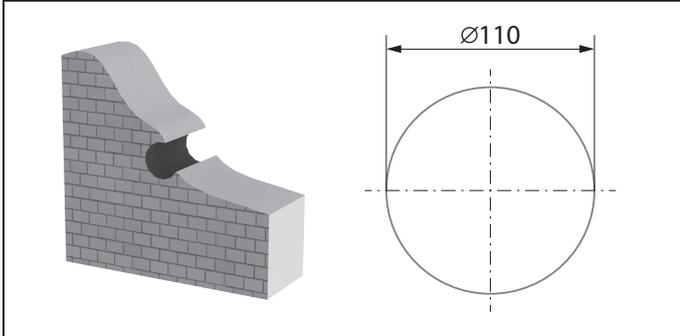

Рис. 7.
**1.** Для монтажа установки подготовьте в наружной стене помещения сквозное отверстие круглой формы. Размер отверстия указан на Рис. 7. При монтаже нескольких последовательно соединенных установок на этапе подготовки углубления рекомендуется предусмотреть полость для прокладки кабеля в стене для последовательного подключения нескольких установок.